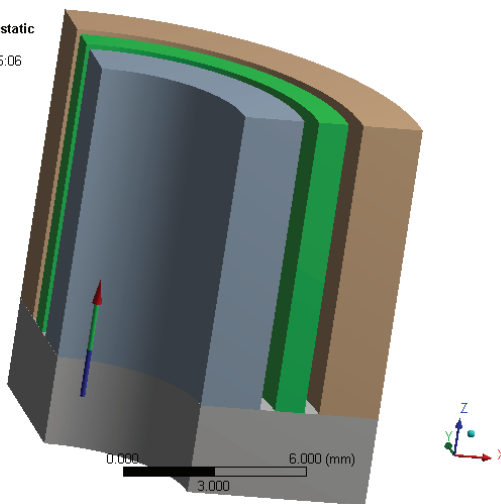

图 23-20 磁场力（合力）
14) 在 Outline 树结构图中的 Force Summation 上单击右键, 在弹出的快捷菜单中选择 Evaluate All Results, 此时进行求解, 求解后得到的图形如图 23-20 所示。